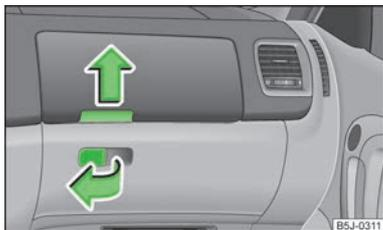

Abb. 65
- › Den Griff der Klappe in Pfeilrichtung ziehen » Abb. 65 und die Klappe herunterklappen.